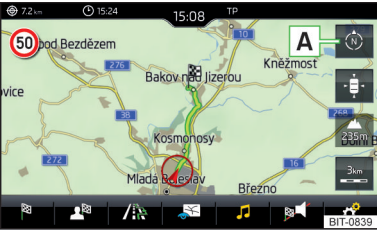

Fig. 241
- Para **cambiar la dirección del mapa**, pulsar en el menú principal *Navegación* la superficie funcional  » fig. 241.